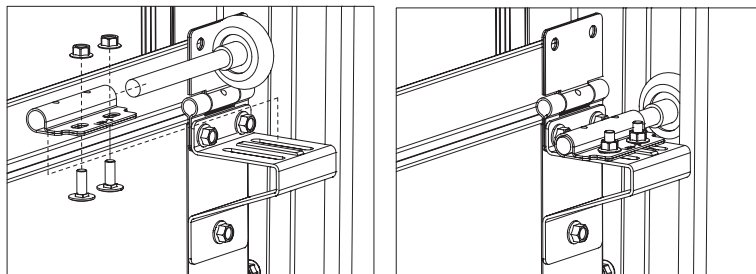

Рис. 27.2
5) завести ролик в профиль горизонтальной направляющей и закрепить роликовую накладку к боковому кронштейну при помощи двух болтов М6×16 с полукруглой головкой и гаек с буртиком (рис.27.2).